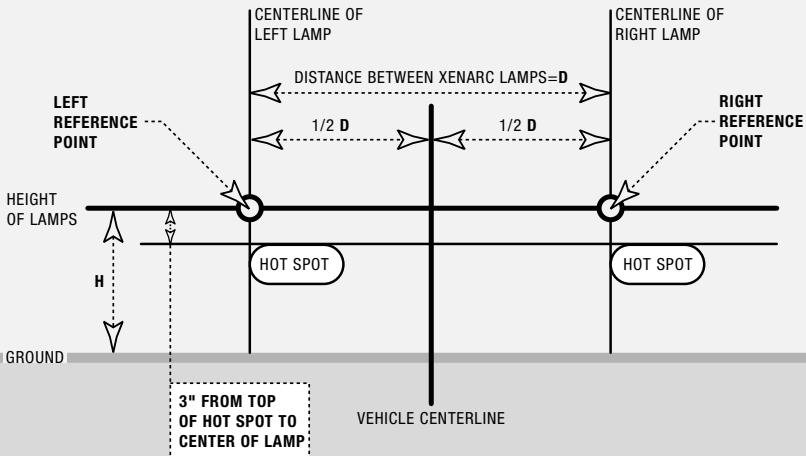

FIGURE 9
milieu des phares auxiliaires Xenarc (H sur la FIGURE 9).
- 4 Mesurez et notez la distance entre les deux phares Xenarc, de centre à centre (D sur la FIGURE 9).